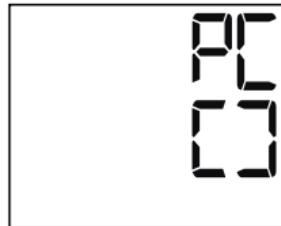

Fig. 1
- Avviare la trasmissione dei dati nel software per PC "medi connect". Durante la trasmissione dei dati sul display viene visualizzata un'animazione. La riuscita della trasmissione dei dati viene rappresentata sul display del misuratore di pressione come raffigurato nella Fig. 1.